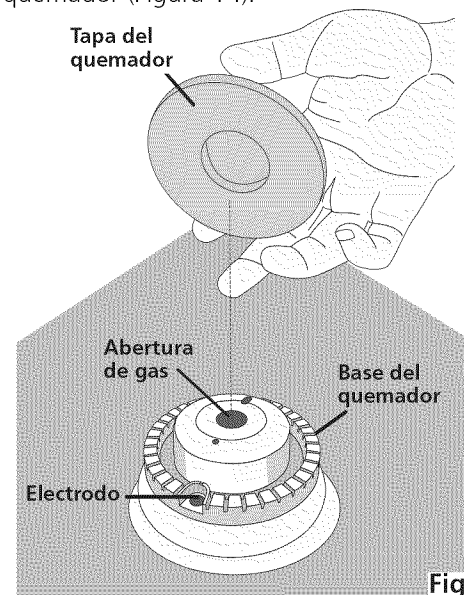

Figura 14
**B. Quemadores regulares:** Las bases y las tapas de los quemadores se encuentran sobre la superficie. Remueva todas las cintas de las bases de los quemadores y verifique que estos se encuentren acomodados correctamente sobre la base del quemador (Figura 14).